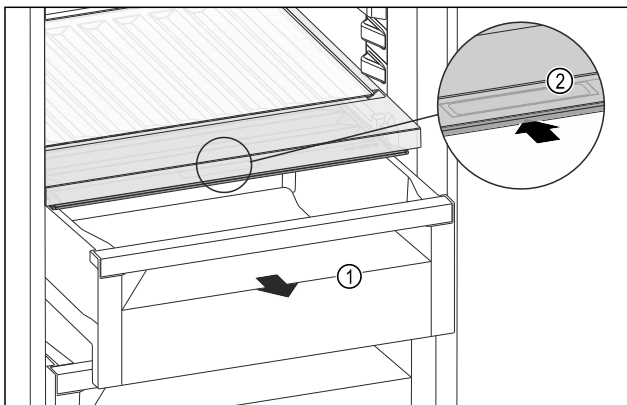

Fig. 119
- Schubfach Fig. 119 (1) herausziehen.
- Griffmulde Fig. 119 (2) am Fachdeckel anfassen und Fachdeckel gleichzeitig nach hinten schieben.